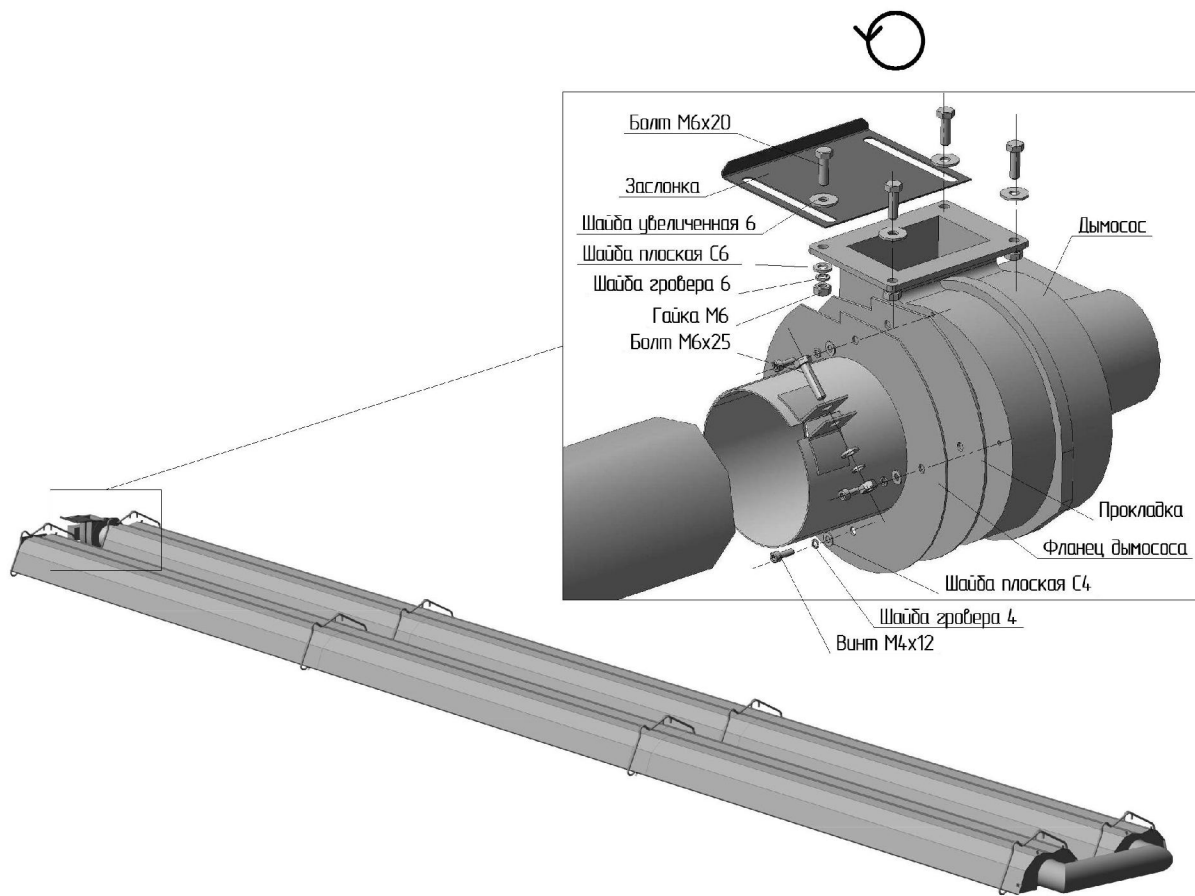

Рисунок 11 Установка дымососа
- На конец «холодной» трубы с завихрителем установить дымосос (см. рисунок 11). Сборку дымососа с фланцем и заслонкой производить перед подъемом.